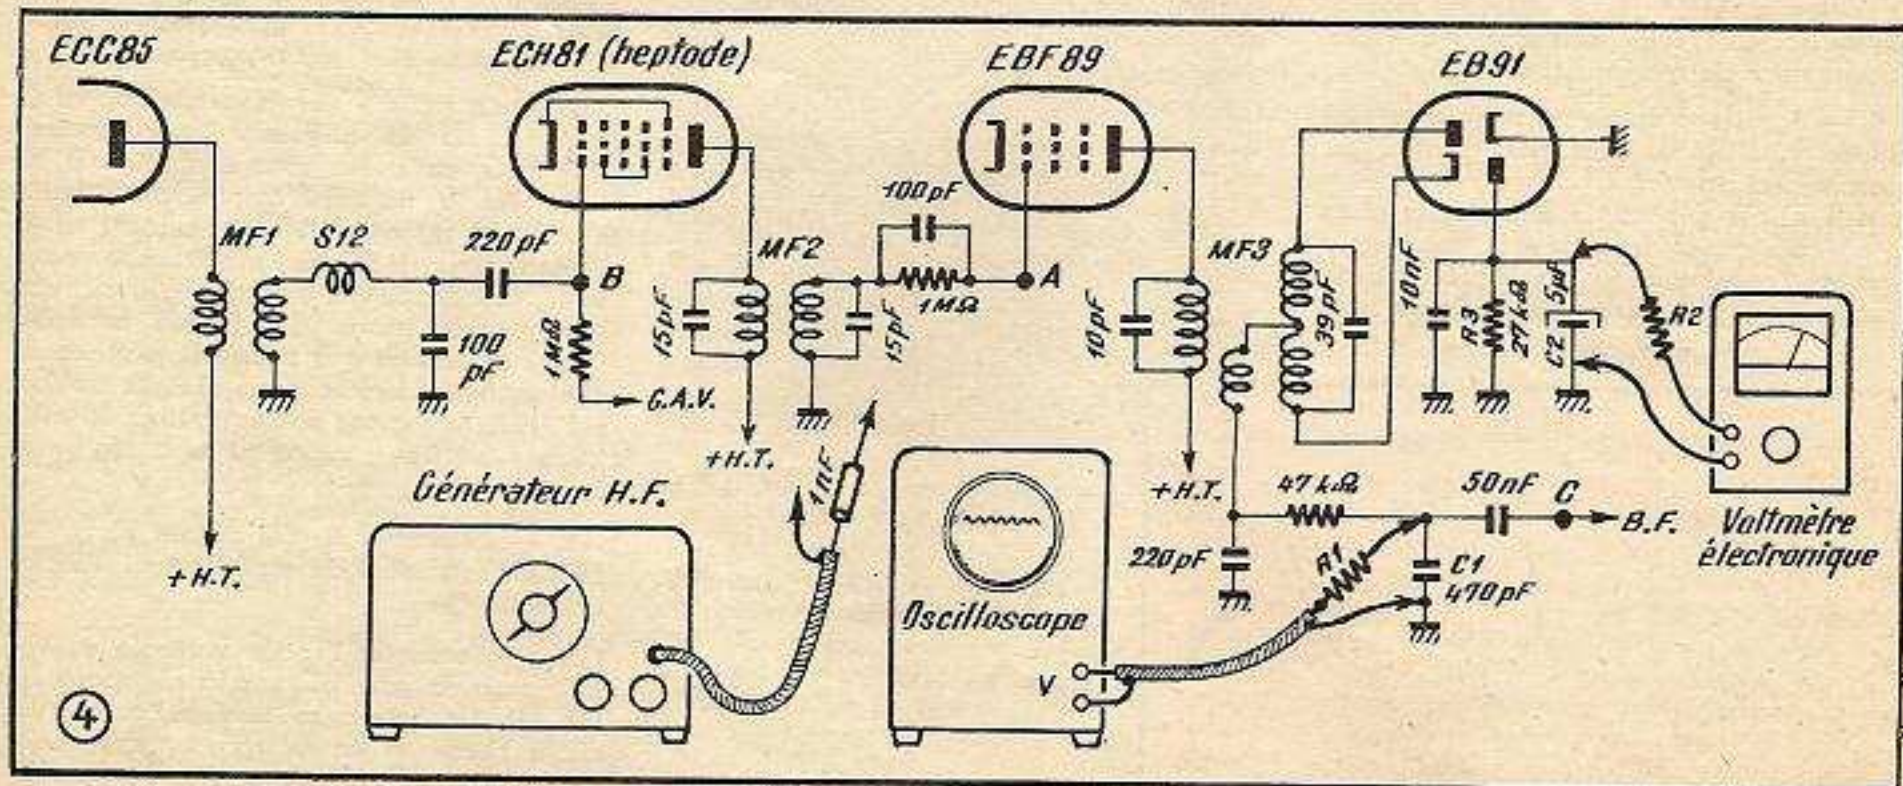
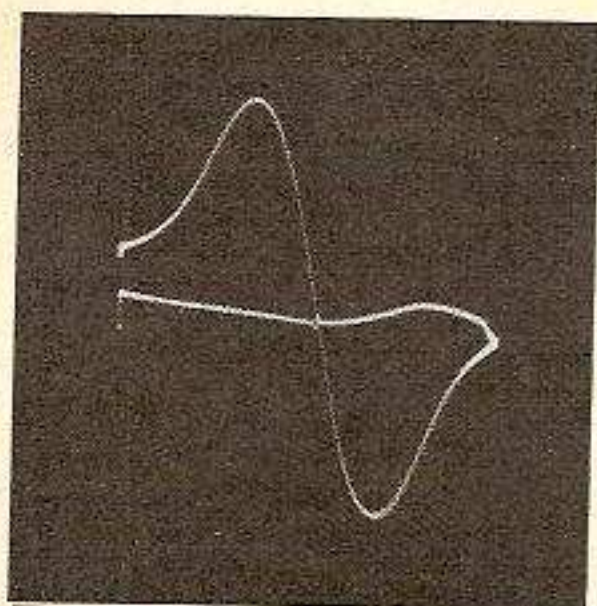

Fig. 4. — Branchements à effectuer pour le réglage un peu différent des circuits M.F.
Fig. 8. — Aspect réel de la courbe de réglage correcte d'un détecteur.
Voici, par exemple, comment **Schneider** recommande d'aligner certains de ses récepteurs, dont la partie FM est schématisée par la figure 4.
7. — Brancher la sortie du générateur H.F., commuté de nouveau sur non-modulé, à la grille de commande de l'heptode ECH 81 (ou de la première amplificatrice M.F. d'une façon générale), c'est-à-dire au point B de la figure 4, à travers un condensateur de 1000 pF comme précédemment. Ajuster l'atténuateur de façon à avoir toujours 1 V au voltmètre électronique;
3. — Connecter l'entrée verticale du vobuloscope en parallèle sur la résistance R_2 (fig. 4). La liaison se fera à l'aide d'un câble blindé et en interposant une résistance série de $100\text{ k}\Omega$, comme R_2 pour le voltmètre électronique;
9. — Reconnecter la capacité C_2 (fig. 4) ;
La photo de la figure 8 montre la courbe normale obtenue à la suite du réglage indiqué au § 11 ci-dessus. Le récepteur sur lequel cette courbe a été relevée était analogue, en tant que schéma, à celui de la figure 4. L'atténuateur H.F. du vobuloscope 231 se trouvait placé sur -50 dB et l'excursion était réglée à $0,5$ MHz, ce qui explique une certaine largeur de la courbe.